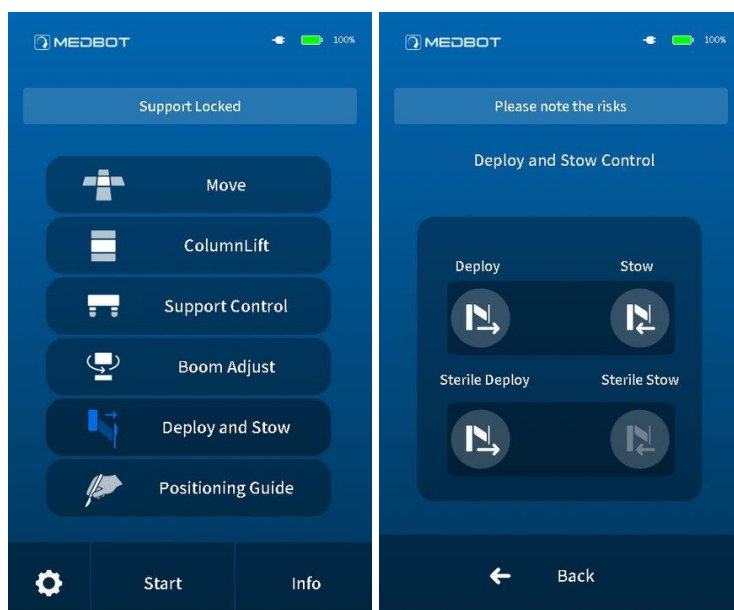

Figura 9.7 Interface principal da tela de toque da interface de desdobramento/recolha com botão único
f) Conforme mostrado na Figura 9.7, clicar no botão “*Deploy and Stow*” na interface principal da Plataforma do Paciente entrará na interface de controle Desdobrar/Recolher: antes da operação, clicar no botão “*Deploy*” realizará a operação de desdobramento do braço de ajuste e do braço de instrumentos, de modo a facilitar a autoinspeção e a instalação dos sacos estéreis; Após a operação, clicar no botão “*Stow*” executará a operação de recolha do braço de ajuste e do braço de instrumentos, de modo a facilitar o arranjo pós-operatório. No processo de desdobramento e recolha, será exibido o aviso “*deploying*” [desdobrando] ou “*stowing*” [recolhendo]; Após a conclusão do desdobramento e recolha, será exibido o aviso de “*deployed*” ou “*Stowed*” [Desdobramento concluído] ou [Recolha concluída].